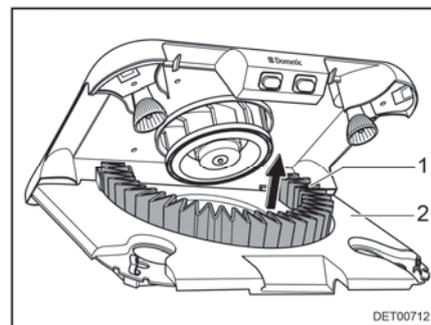

Fig. 129 Cambio del filtro de carbón activado
- Extraer el filtro de carbón activado (Fig. 129,1) hacia arriba del soporte.
- Girar el porta filtro (Fig. 129,2) hacia arriba hasta que engatille.